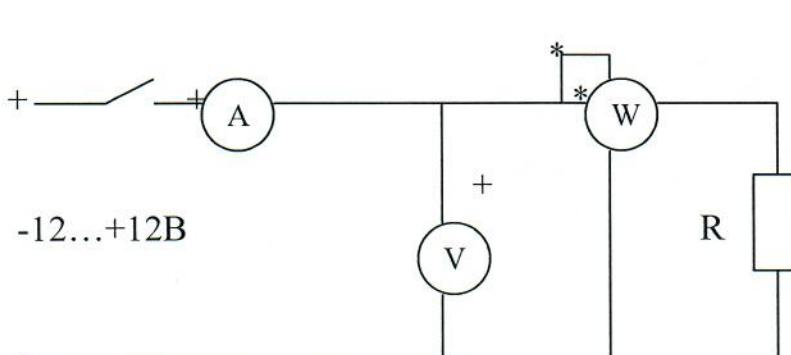
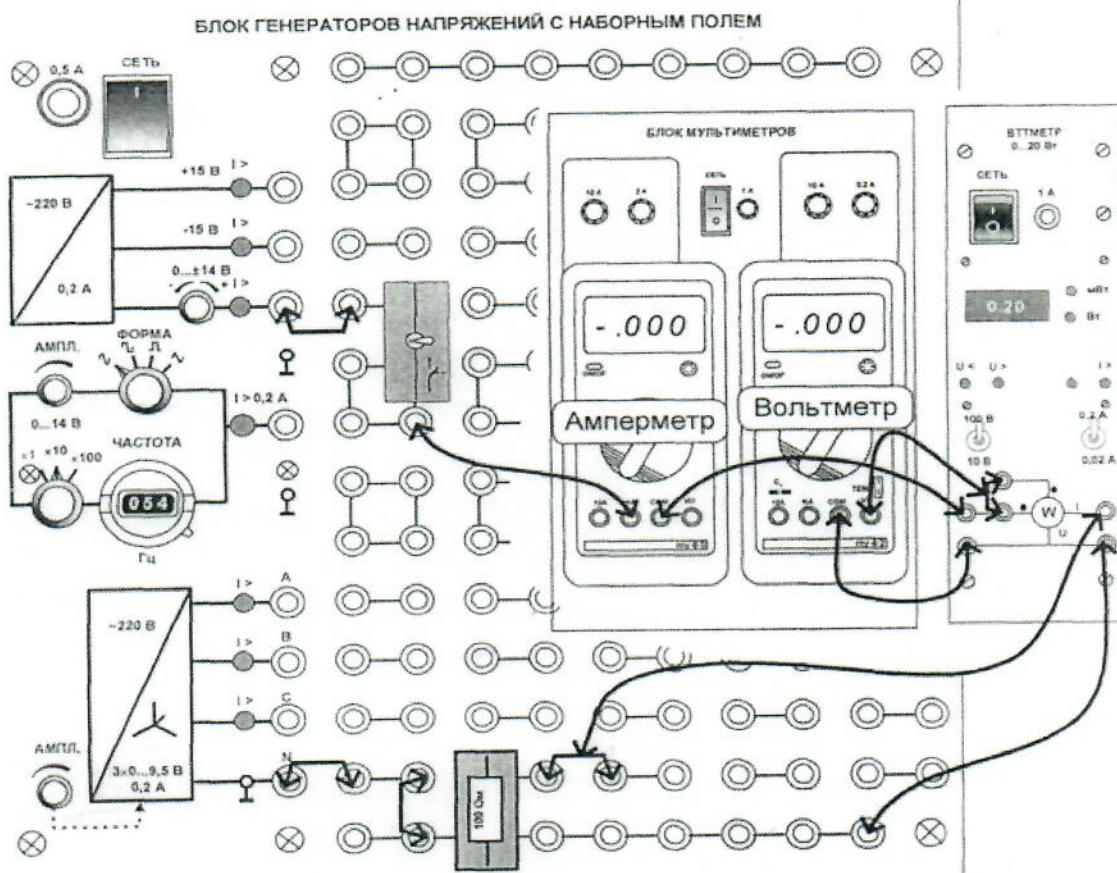

Рисунок 3.1 – Принципиальная схема
Рисунок 3.2 – Монтажная схема
- Соберите цепь в соответствии с принципиальной схемой (рисунок 3.1) и монтажной схемой (рисунок 3.2), установив в наборную панель сопротивление $R_{\text{ном}} = 100$ Ом. Запишите значение сопротивления в таблицу 3.1.